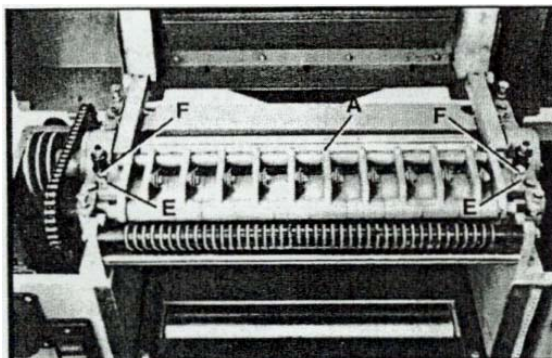

Fig. 37
Стружколоматель А, рис. 37 установлен на станке сверху и его зубья опускаются вниз, огибая фрезерную головку. При проходе обрабатываемой заготовки зубья приподнимаются, ломая деревянную стружку. Нижняя плоскость стружколомателя должна быть параллельна линии ножа и опускаться на 1 мм ниже верхней точки головки.
5. При необходимости регулировки установки стружколомателя ослабить затяжку двух шестигранных гаек Е, рис. 37 и поворотом регулировочных винтов F установить стружколоматель в положение касания в правой и левой части стола.